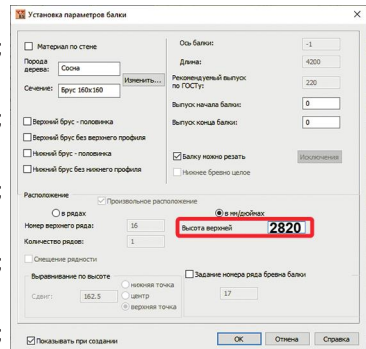

рис. 41
5. Аналогично балкам пола создаём балки потолка. В качестве опорных укажите **стены В и А**. В появившуюся карточку **Установка параметров балки** внесите изменения так, как показано на рис. 41, и нажмите кнопку **ОК**.